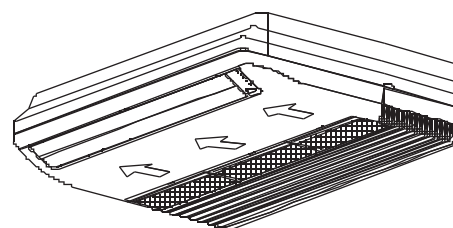

Рис. 6-3
1. Потяните на себя и снимите воздушный фильтр (рис. 6-3).